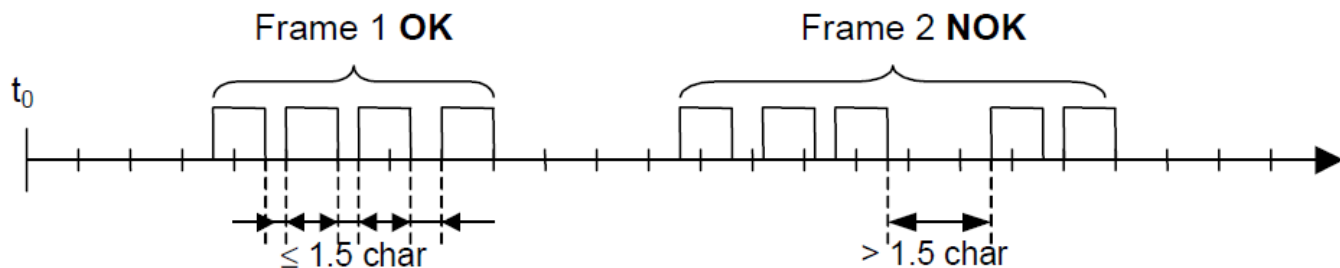

Рисунок 15
- Сообщение состоит из последовательности байтов. Эти байты должны отправляться без каких-либо задержек. Максимально допустимый интервал между двумя знаками сообщения не может превышать $1,5T$, где T – время передачи одного знака (11 битов). Если интервал времени между двумя знаками превысит $1,5T$, сообщение может быть определено принимающим устройством как неправильное и отклонено (рисунок 15).